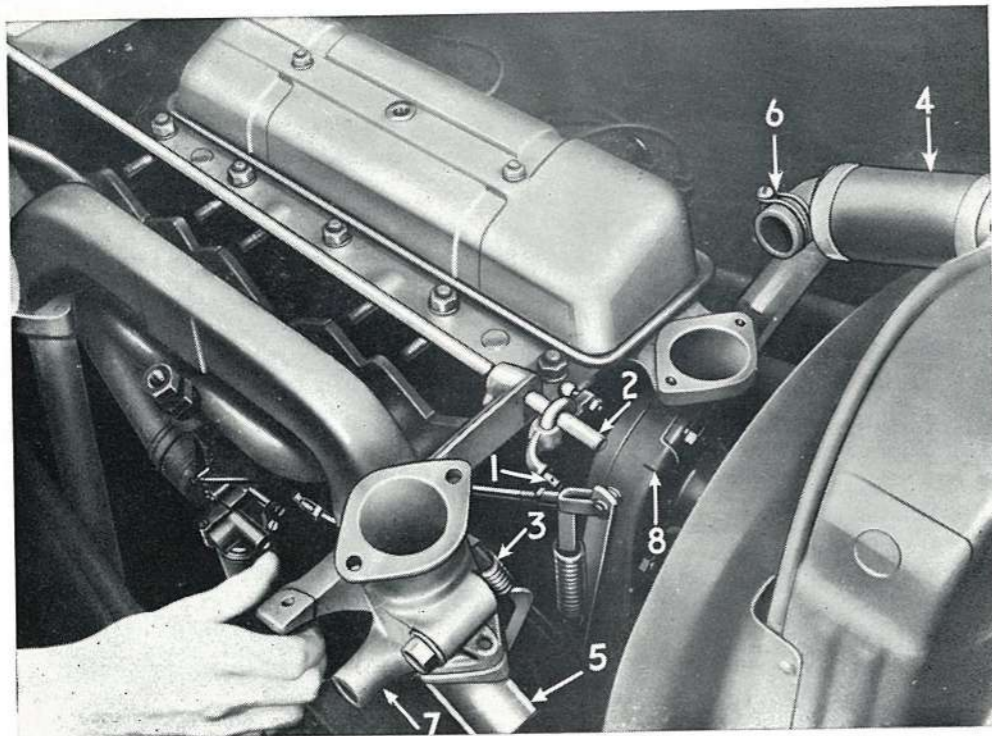

FIG. 6
- Enlever la goupille fendue sur l'extrémité avant de la commande du régulateur (2), désaccoupler et laisser la tringle pendre au bout du ressort (3).
- Désaccoupler l'entretoise du radiateur et la durite (4) du coude de sortie d'eau (5).
- Débrancher la durite by-pass (6) soit du thermostat, soit de la pompe à eau et enlever les deux vis de fixation du corps de thermostat sur la culasse.
- Écarter l'ensemble formé par le corps de thermostat et le coude de sortie d'eau, et le faire basculer sur la commande des gaz comme il est indiqué à la figure 6.
- Enlever les écrous de fixation du collecteur. Dégager le collecteur des goujons et le laisser ainsi écarté de la culasse comme indiqué à la figure 6. Enlever les joints.